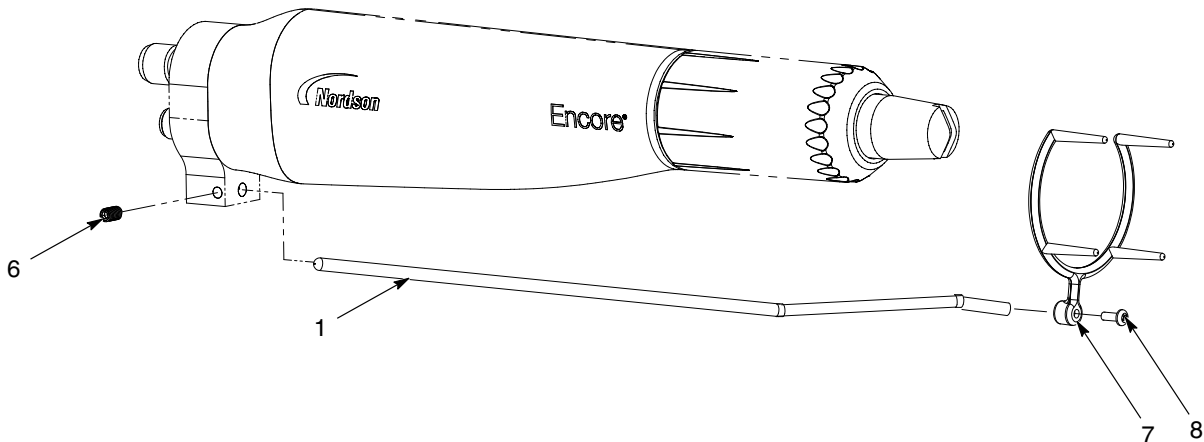

Figura 6 Instalación del colector de iones - Pistola de montaje en barra
1. Ver la figura 6. Insertar la varilla del colector (1) en la placa de puesta a tierra y asegurarla con el tornillo de ajuste M5 x 8 (6) incluido en el kit de colector de iones.
2. Fijar la punta multipunto (7) a la varilla del colector utilizando el tornillo M3 x 8 (8).